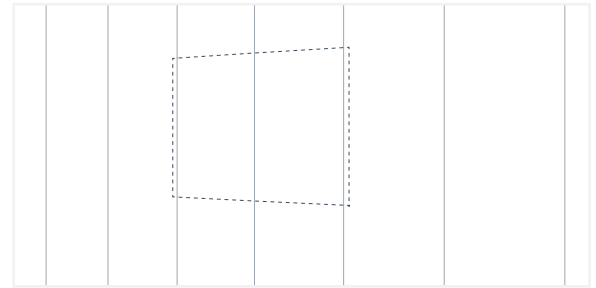

Fig. 59
2. Mida y marque dónde se encuentran los puntos de montaje. (Fig. 59)